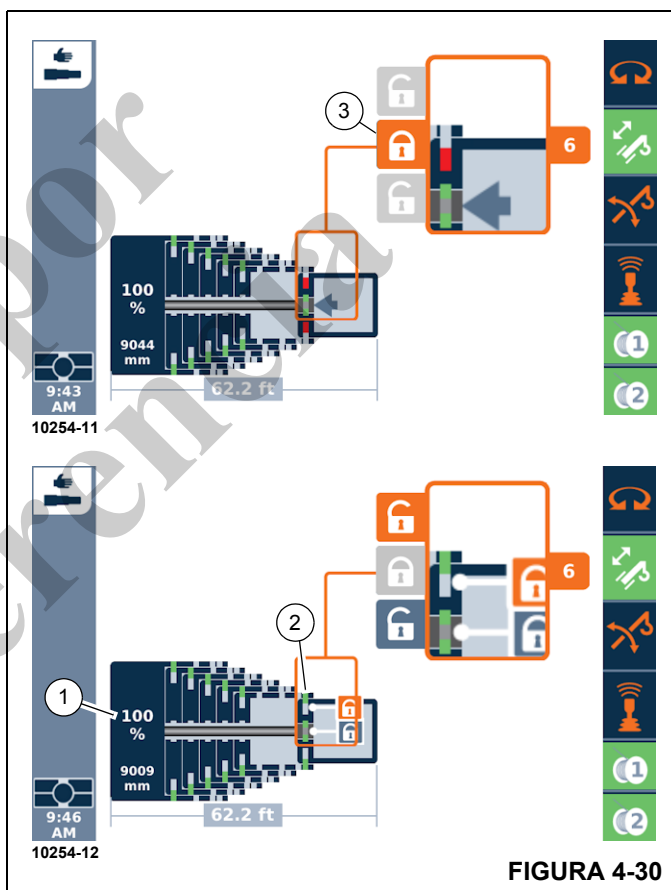

FIGURA 4-30
1. Telescopice hasta alcanzar la longitud fija deseada, por ejemplo, sección telescópica 6 al 100 % (1, Figura 4-30).